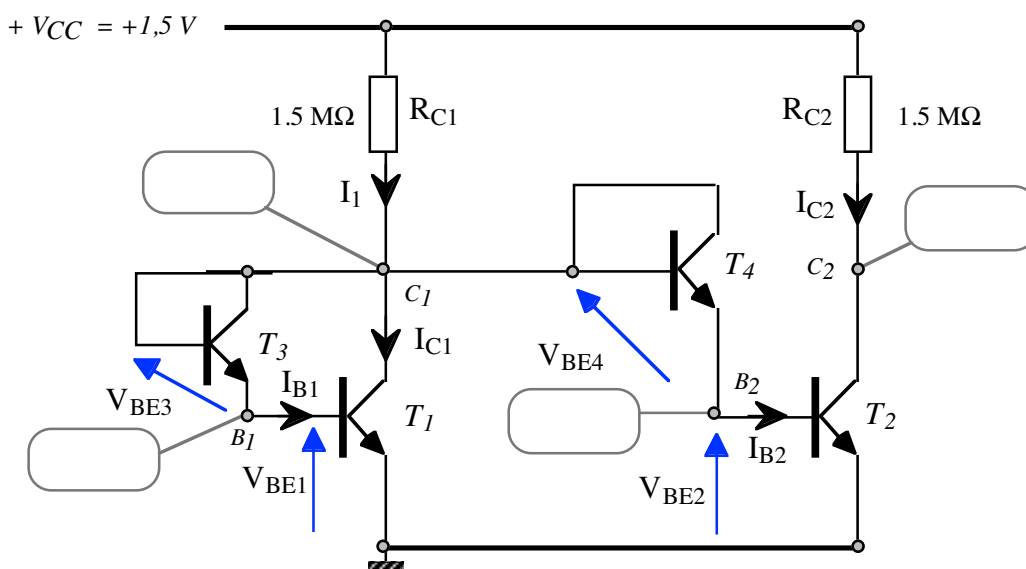

Figure 2
On donne en figure 2 le schéma du montage en régime continu.
- 1.4) Calculer les tensions par rapport à la masse des collecteurs C_1 et C_2 . Reporter les résultats en figure 2.
- 1.5) En utilisant les relations (2) et (3), calculer les valeurs respectives en mV des tensions V_{BE1} et V_{BE3} ainsi que V_{BE2} et V_{BE4} . Reporter les résultats dans le tableau et en figure 2.